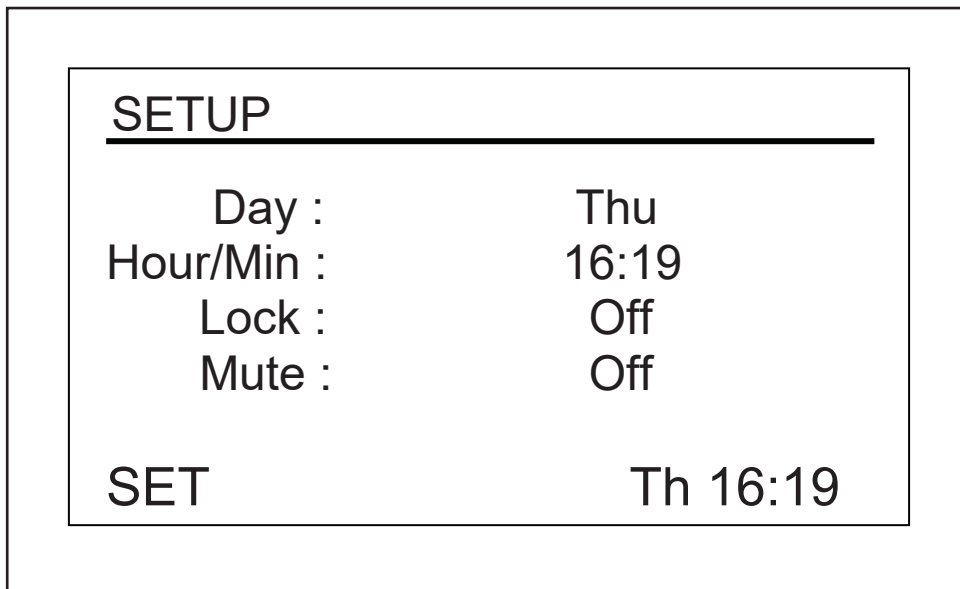

Fig. 9-5: Tela Setup
1. Rode o botão para realçar o dia (*Thu* na tela exemplo acima, (aqui Fig. 9-5 na pág. 54), depois clique uma vez.
1. Rode o botão para realçar a hora (16:19 na tela exemplo, (aqui Fig. 9-5 na pág. 54), depois clique uma vez.
O estado atual (*Off* na tela exemplo, (aqui Fig. 9-5 na pág. 54) pulsará.